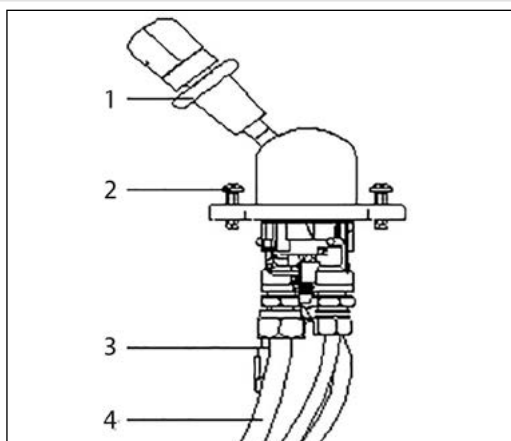

Figura 3-5-4
1. Após o *Processo de avaliação*, se precisar substituir a válvula do freio de estacionamento, remova os dois parafusos de fixação de acordo com a *Figura 3-5-4*, em seguida, o remova o conector e o tubo do freio para substituí-lo.